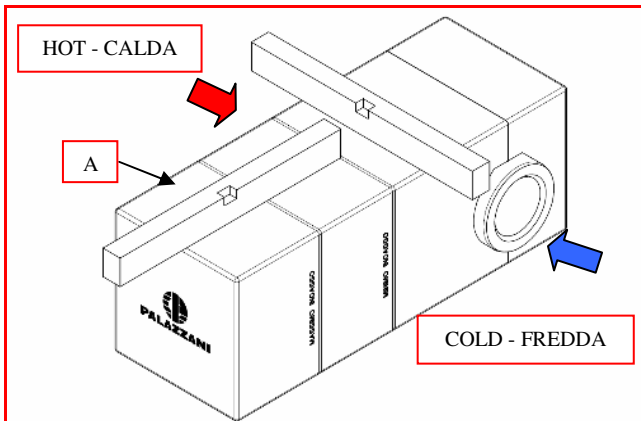

FIGURA 1 - MONTAGGIO CORPO E COLLEGAMENTI
- 1 - INSERIRE IL CORPO CON L'APPOSITA SCATOLA DI PROTEZIONE IN POLISTIROLO (A) (FIGURA 1), ASSICURANDOSI CHE VENGA FISSATA IN POSIZIONE PERFETTAMENTE ORIZZONTALE. PER QUESTA OPERAZIONE SERVIRSI DI UNA LIVELLA VERIFICANDO LA PLANARITA' NELLE DUE DIREZIONI COME EVIDENZIATO IN FIGURA 1. COLLEGARE LE DUE ENTRATE DELL'ACQUA, CALDA A SINISTRA E FREDDA A DESTRA (FIGURA 1). AL TERMINE DELL'OPERAZIONE RIFILARE LA SCATOLA DI PROTEZIONE (A) A FILO MURO;